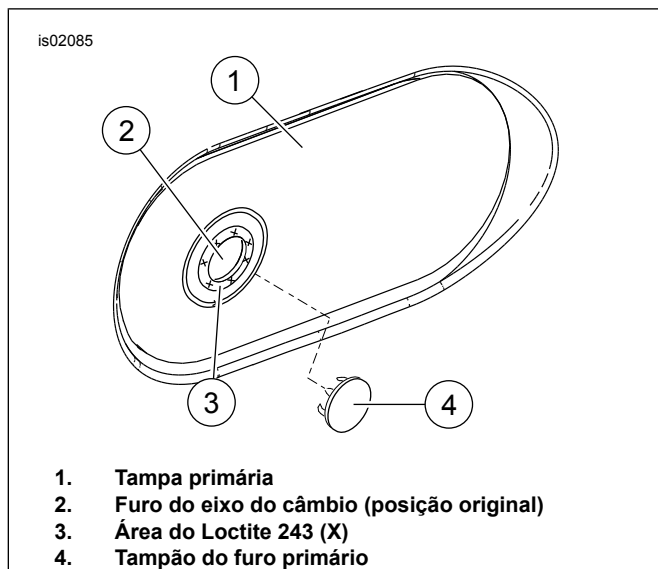

Figura 3. Instalação do tampão externo da tampa
12. Veja a Figura 3. Limpe a área ao redor do furo da tampa da caixa primária (2), removendo toda a sujeira, óleo e graxa. Aplique Loctite 243 (peça Harley-Davidson N.º 99642-97) ao redor da abertura (3). Insira o tampão do furo primário (4) na abertura. Remova qualquer excesso de adesivo da superfície. Deixe o Loctite curar por pelo menos 24 horas antes de operar o veículo.